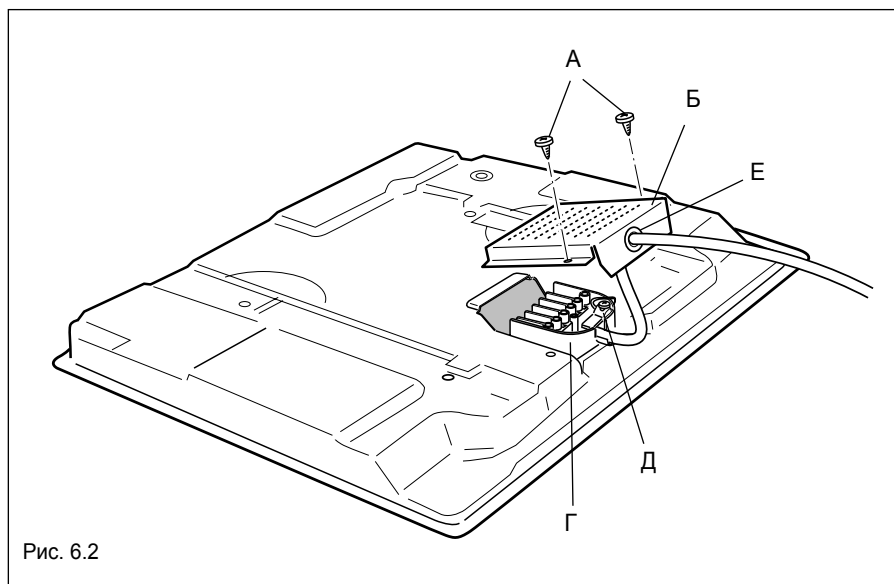

Рис. 6.2
- ✓ Выкрутите винты «А» и снимите крышку коробки с контактами «Б» (Рис.6.2).
- ✓ Разожмите кабельный хомут «Д» (Рис. 6.2).